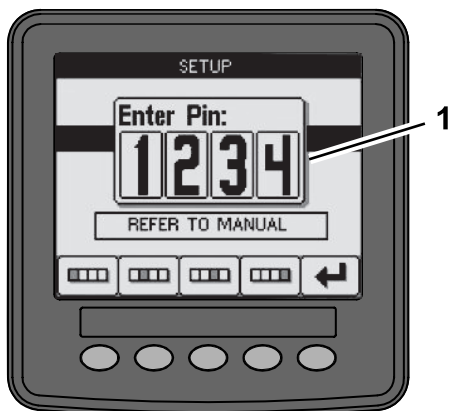

Figure 15
1. En mode Installation, appuyez sur un bouton quelconque pour accéder à la barre contextuelle au bas de l'écran (Figure 15).
3. Saisissez le code PIN (Figure 15) et sélectionnez l'icône ENTRÉE .
3. Saisissez le code PIN (Figure 15) et sélectionnez l'icône ENTRÉE.